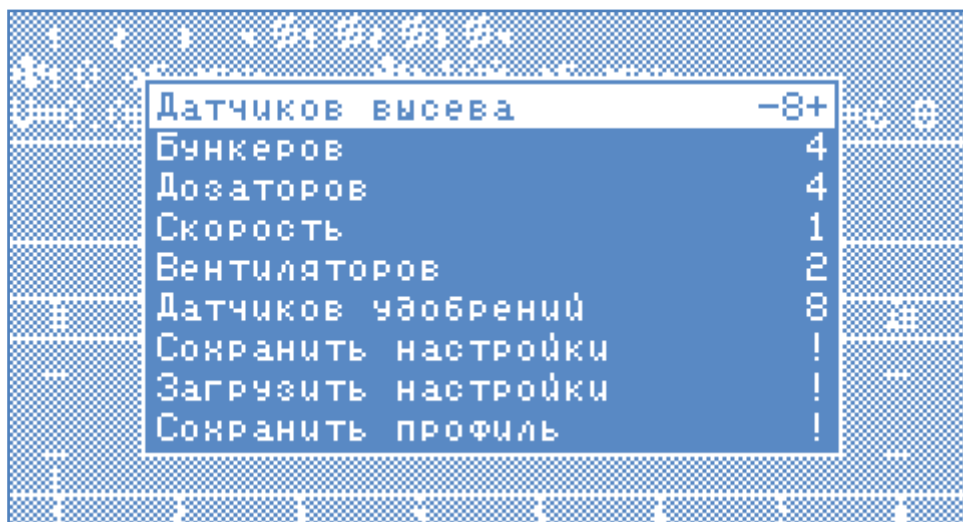

Рисунок 16 Профиль
**9.4.1. Профиль** – вызывает вложенное меню, позволяющее настроить состав и количество датчиков системы контроля высева. Вложенное меню содержит девять параметров, см. «Рисунок 16»: